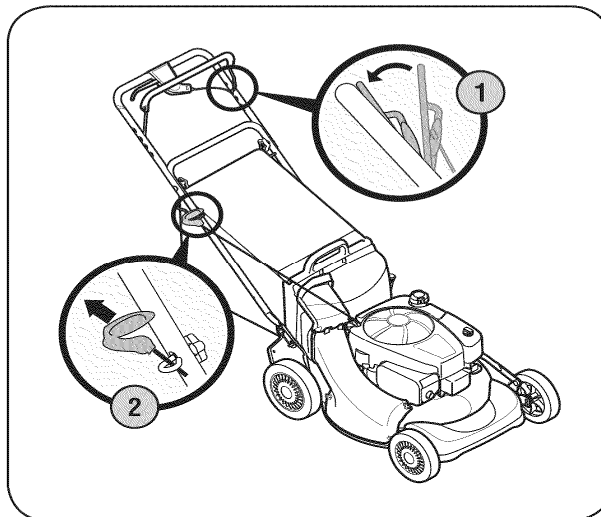

РИС. 11
1. Стоя позади газонокосилки нажмите рычаг устройства управления ножом (см. Рис. 11).
2. Выжмите рычаг управления ножом, ухватитесь за рукоятку шнура стартера и медленно потяните ее до того, как почувствуете сопротивление (начало цикла сжатия). Плавно дайте шнуру намотаться обратно. Затем резко на полный взмах руки потяните за ручку стартера (см. Рис. 11). Придерживайте рукоятку стартера и позвольте шнуру медленно вернуться, намотаться на барабан. Если двигатель не завелся, попробуйте завести его еще раз.